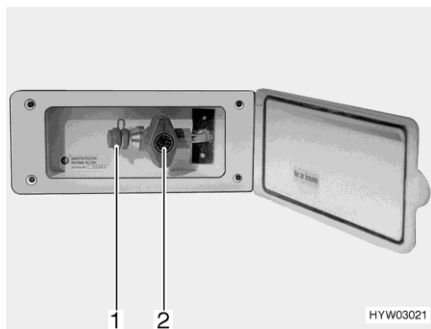

Bild 123 Externer Gasanschluss
- Externes Gasgerät an der Anschluss-Stelle (Bild 123,1) anschließen.
- Das Gasabsperrentil (Bild 123,2) öffnen.